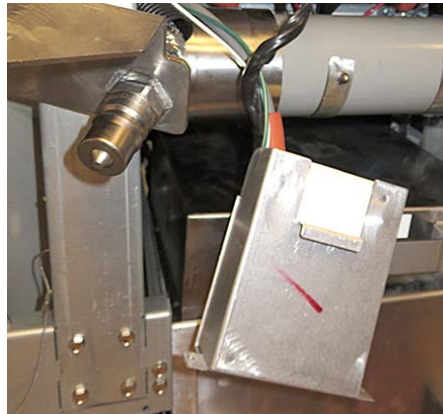

図 9
9. 邪魔にならないようにモジュールを下げます (図 9 参照)。